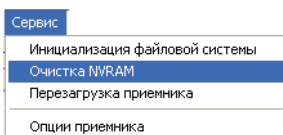

Рис. 5-19. Очистка NVRAM с помощью программы PC-CDU
2. Нажмите **Сервис** ▶ **Очистка NVRAM** (Рис. 5-19).